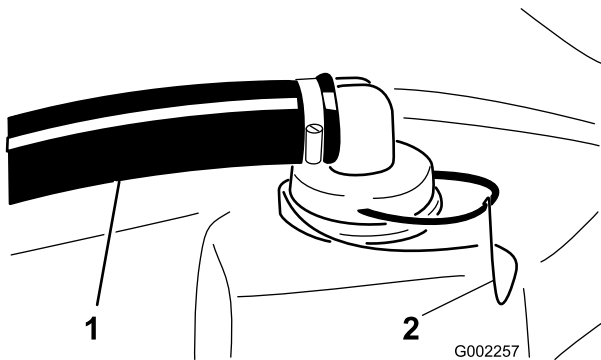

図 66
2. タンク上部の太いホースについている赤いフィッティングからリテーナを外す (図 66)。
3. タンクからホースを外す (図 66)。